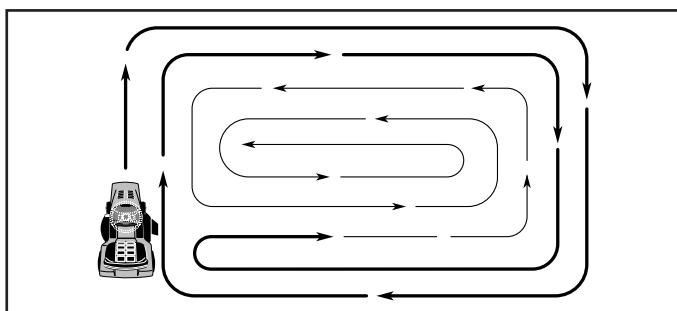

Fig. 16
- Al segar las áreas grandes, empiece girando a la derecha de modo que los recortes se descarguen, alejándose de los arbustos, cercos, entradas de automóviles, etc. Despues de una o dos vueltas, siegue en la dirección opuesta, haciendo virajes a la izquierda, hasta que termine (Vea Fig 16).